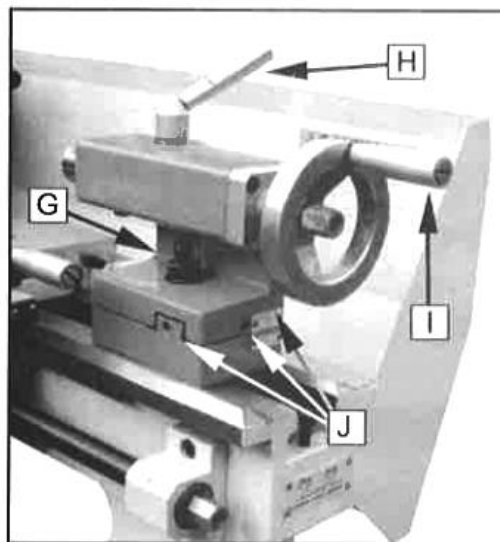

Рис. 12
10. Болт зажима задней бабки (G, рис. 12)
11. Рычаг зажима пиноли задней бабки (H, рис. 12)
12. Маховик для перемещения пиноли задней бабки (I, рис. 12)
13. Регулировка смещения задней бабки (J, рис. 12)